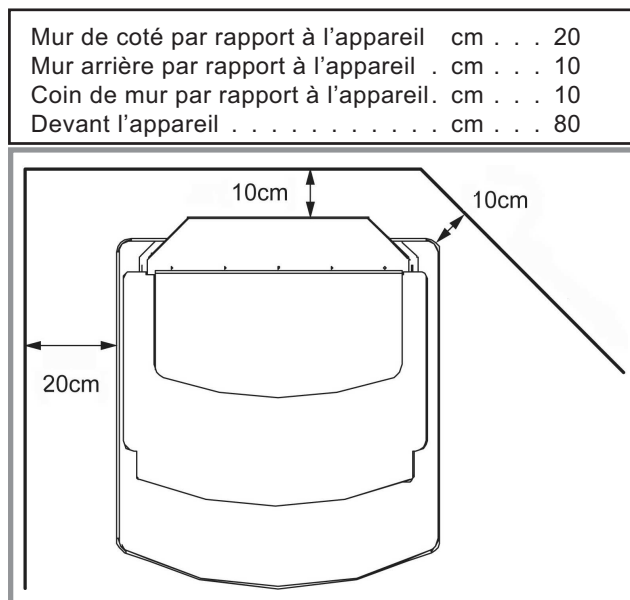

Figure 3 - Dégagement minimum d'installation
1) Vérifiez les distances par rapport aux matériaux combustibles (voir figure 3).
Faire bien attention de respecter les dégagements d'installation jusqu'aux cloisons en matériau combustible (voir figure 3), aux parois en matériau non-combustible. Ne mettre aucun objet en matériaux combustibles ou rideaux, tentures etc...